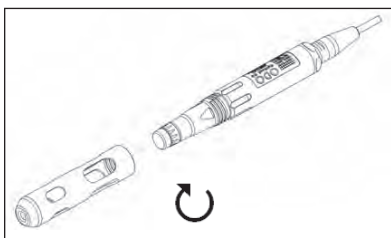

Figura 2
3. Vuelva a instalar el protector de la sonda deslizando con cuidado sobre el sensor y pasándolo por el conjunto de cable/sonda con un movimiento giratorio en sentido horario (Figura 2).